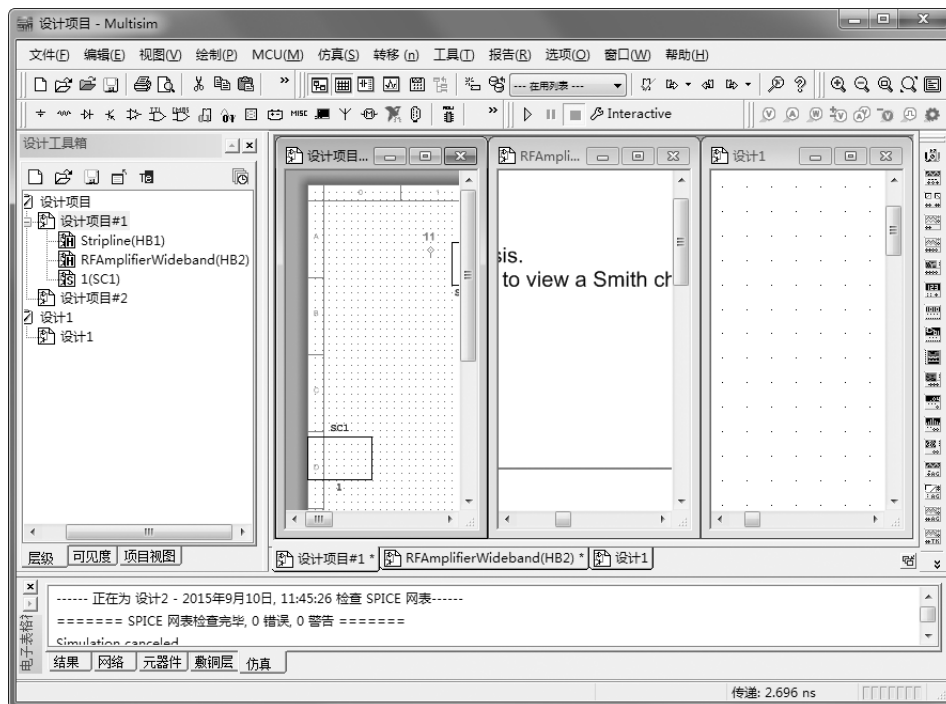

图 1-58 窗口垂直平铺显示
6) 垂直平铺窗口。选择菜单栏中的“窗口”→“纵向平铺”命令，即可将当前所有打开的窗口垂直平铺显示，如图 1-58 所示。